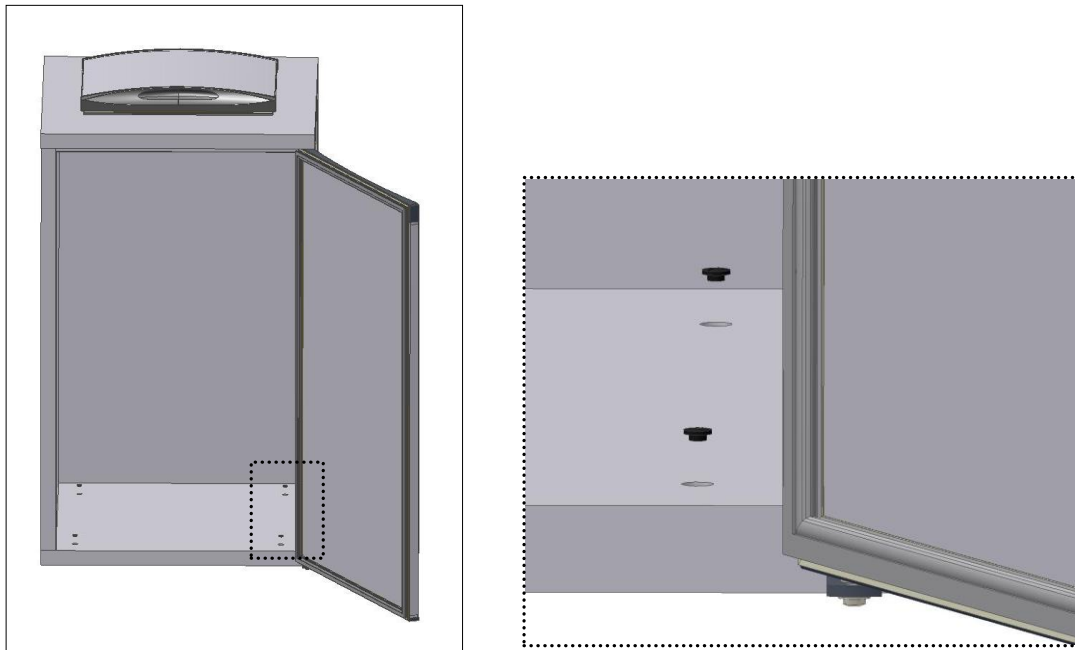

Fig. 12
- Colocar **tacos** no fundo (Fig. 12);